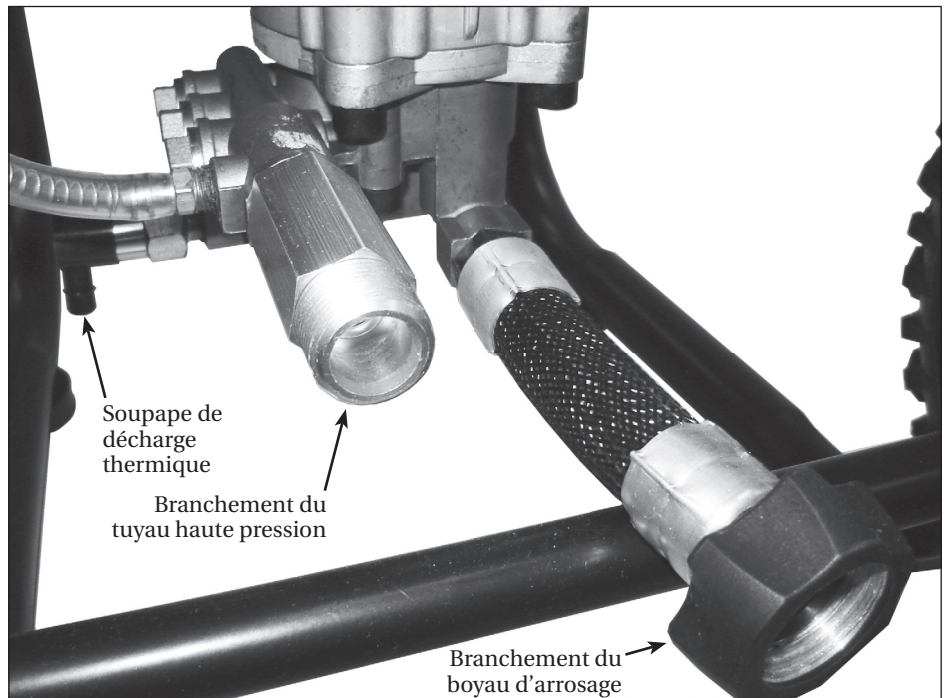

Figure 9 - Branchements de la pompe
2. Fixer solidement un boyau d'arrosage (non inclus) au tuyau d'arrosage de la pompe (Voir Figure 9).
3. Raccorder le tuyau haute pression à la sortie de la pompe (Voir les figures 9 et 10).